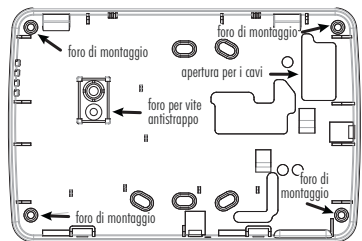

Figura 2 - Fissaggio del Fondo.
4. Fissare il fondo della tastiera alla parete usando i fori di fissaggio (vedere la Figura 2). Utilizzare tutte e 4 le viti fornite a meno che non si monta la tastiera su una scatola ad incasso. Utilizzare gli ancoraggi di plastica forniti se la tastiera deve essere montata su una parete in cartongesso. Se si usa il sistema antistrappo della tastiera, fissare il tassello antistrappo alla parete con una vite.